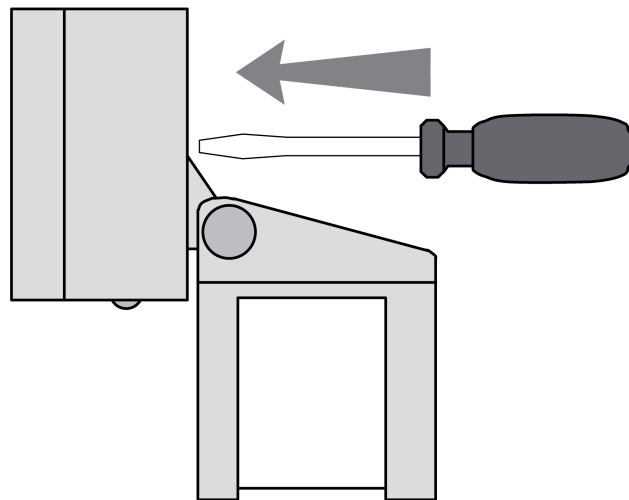

Figure 8
- Incliner la tête de capteur vers le bas. Desserrer la vis sur la boîte de raccordement (5) (figure 8).
- Retirer la plaque de fond (6) de la boîte de raccordement.
- Desserrer la vis sur la boîte de raccordement (5) (figure 8).